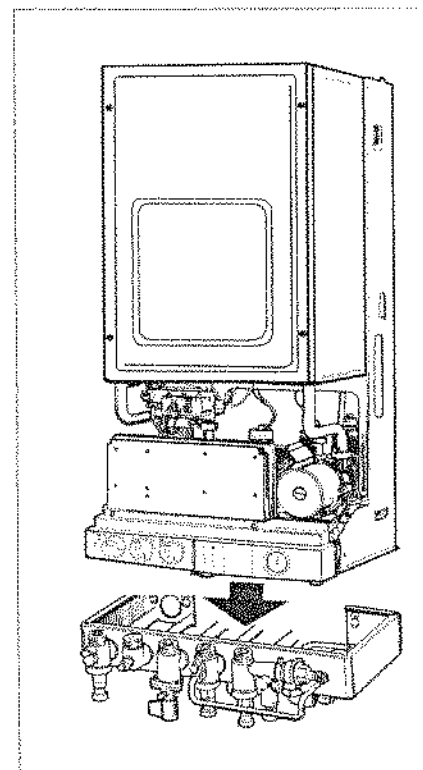

Fig. 10
- Présenter la chaudière au dessus de la barrette, la laisser descendre en appui sur celle-ci (fig. 10).
- Mettre en place les différents joints, "G" (caoutchouc) sur le gaz, le joint-filtre eau "F" sur l'eau froide, et serrer les raccords des tubes de liaison en commençant par le tube gaz (fig. 10 a).
Fig. 10 a